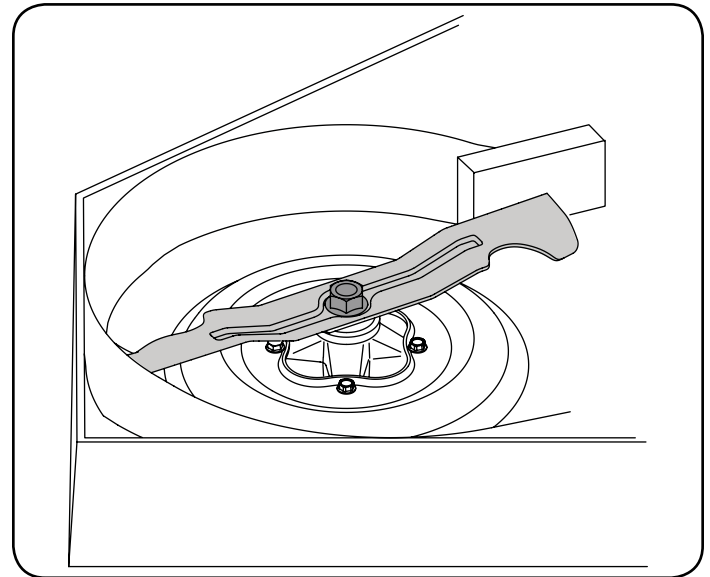

Figura 43
2. Use una llave de 1-1/8" para sostener la tuerca hexagonal en la parte superior del conjunto del husillo cuando afloje la tuerca hexagonal que fija la cuchilla. Se puede colocar un bloque de madera entre el alojamiento de la plataforma y el borde de corte de la cuchilla para ayudar a aflojar la tuerca hexagonal que fija la cuchilla. Vea la Figura 43.